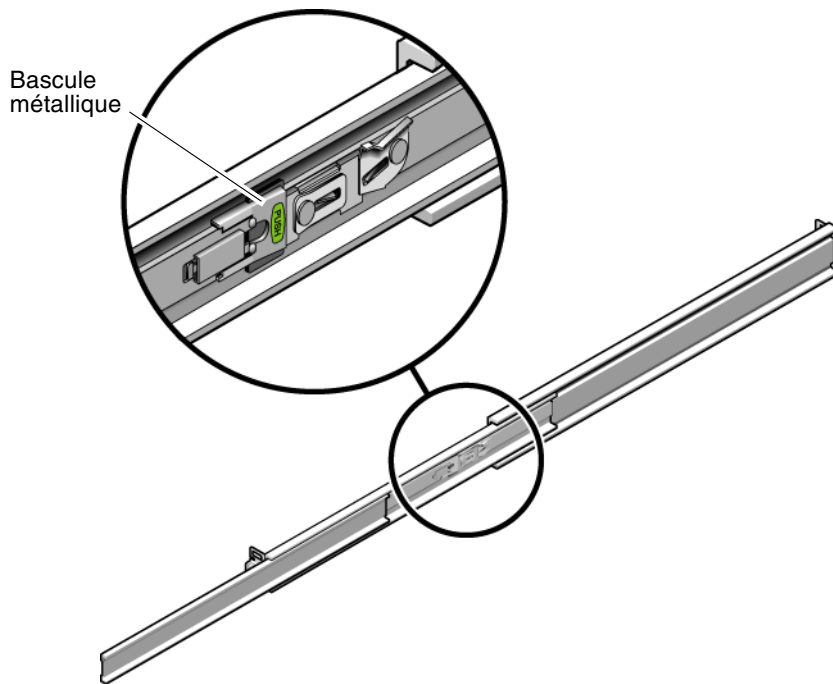

FIGURE 2-14 Déverrouillage de la section centrale d'un rail coulissant
- d. Appuyez sur la bascule métallique (étiquetée Push) sur la section centrale (FIGURE 2-14) du rail coulissant, puis repoussez la section centrale dans le rack.